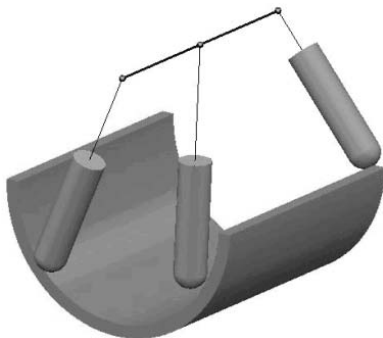

图 2-183 自直线
(6) 自直线 自直线是指刀具刀尖总是远离用户定义的直线，如图 2-183 所示。